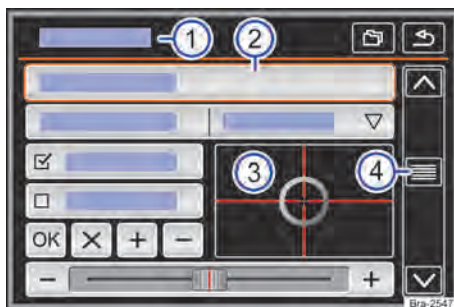

Fig. 111 Representação esquemática: vista geral das possíveis superfícies de função no display.
O aparelho está equipado com um touchscreen (tela de toque) → Fig. 111 ③.
As superfícies de função iniciam funções ou abrem outros submenus. Em submenus é indicado, na linha do título, o menu atualmente selecionado → Fig. 111 ①.